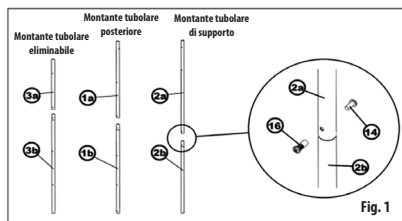

Fig. 1
Assemblare le singole parti dei montanti tubulari. La parte con l'estremità ridotta rappresenta sempre la parte inferiore del montante e l'estremità ridotta deve essere rivolta sempre verso l'alto (Fig. 1). Assemblare il montante di supporto (2a+2b) con la vite decorativa (14) e il dado tubolare (16); i giunti di altri piedi saranno nascosti dai gradini (7).